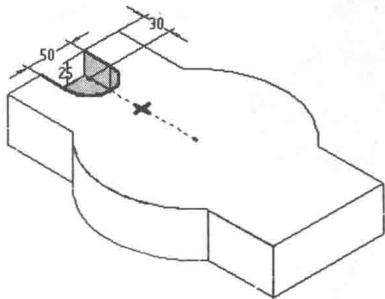

图 1-19 除料特征
(3)添加一个“25mm”深的除料特征，如图 1-19 所示。